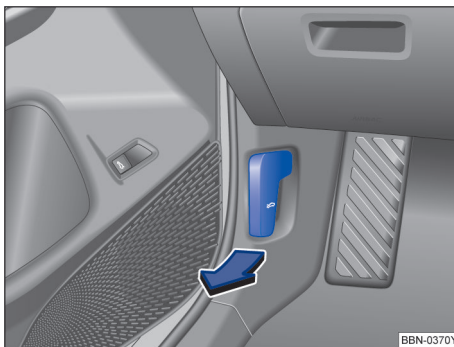

图 164 驾驶员侧脚部空间：发动机舱盖锁开启手柄 ▶
- 将车门打开沿图示箭头方向拉动开启手柄→图 164，舱盖在弹簧机构的作用下弹开稍许。